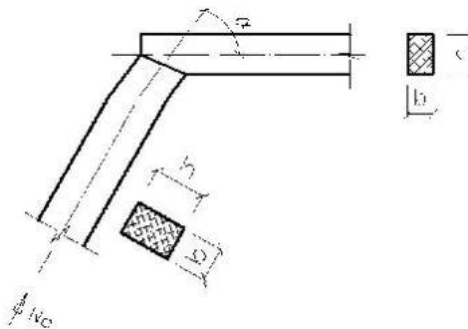

Рисунок 5. Наклонный лобовой упор
5.2 Проверить прочность при смятии наклонного лобового упора торцов подвеса и ригеля из брусков сечением $b \times h$ (или круглого диаметром d), соединенных под углом α . Конец подвеса обрезан под прямым углом к оси и в нем действует продольная сжимающая сила N_c . Опорный конец ригеля обрезан под углом α к его оси (рисунок 5).